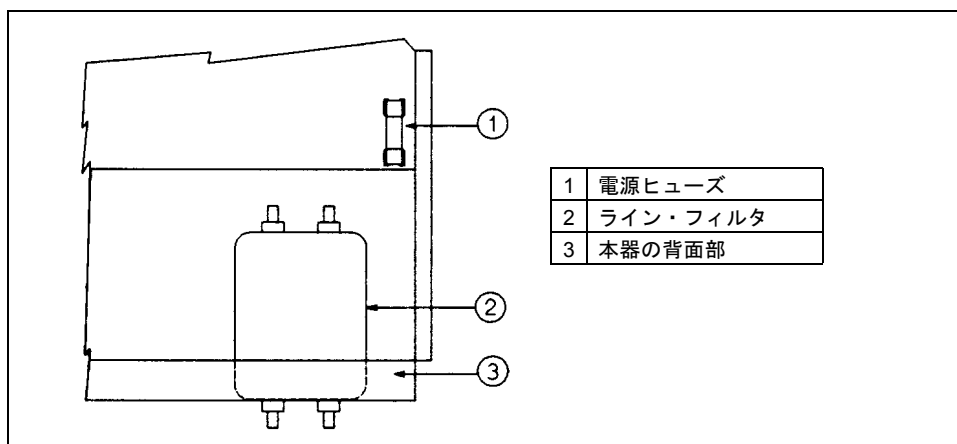

図3-1. シリーズ657xA電源ヒューズ
- C. ダスト・カバーを後ろにずらしてライン・ヒューズ（図3-1の1）が見えるようにします。